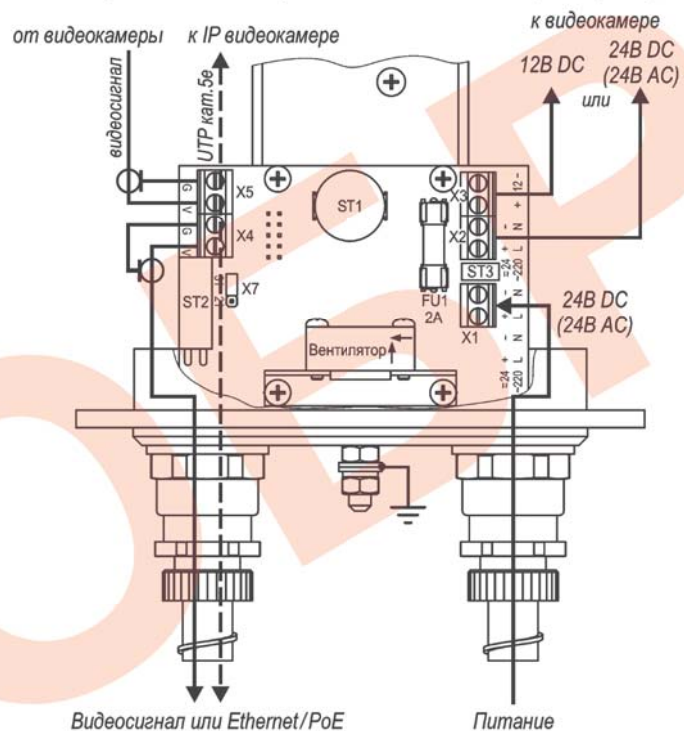

Рис.2 Подключение ТГБ-8Г Ех-24/12(24)
4. Подсоединить видеокамеру к контактам платы коммутации в соответствии со схемой подключения (рис.2, 3 или 4).
5. Ввести через гермовводы внешние кабели (кабель видео и кабель питания) и подключить их к плате коммутации (рис.2 или 3).
Предприятием изготовителем джампер Х7 установлен в положение «31» - мощность обогрева 31 Вт, для изменения мощности на 21 Вт джампер Х7 необходимо переставить в положение «21» (см. рис.2 и 3).